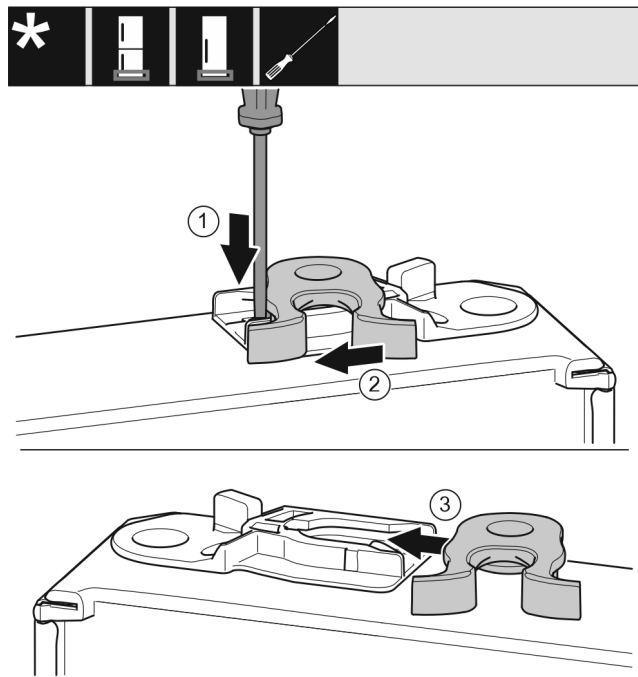

Fig. 40 *
- ▶ Wcisnąć nakładkę Fig. 40 (1) w dół przy użyciu śrubokręta.*
- ▶ Wyjąć hak zamykający Fig. 40 (2) z prowadnicy.*
- ▶ Wsunąć hak zamykający Fig. 40 (3) w prowadnicę znajdującą się z drugiej strony.*